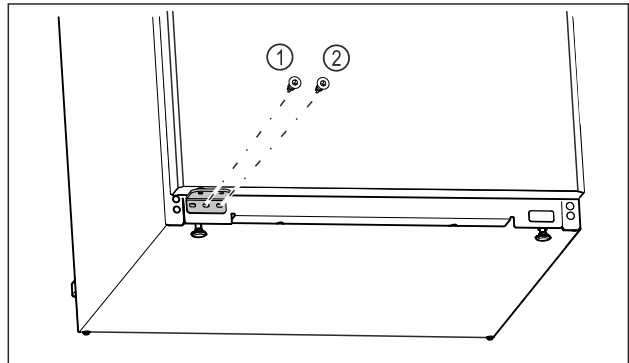

Fig. 23
- Draai de middelste schroef van de lagersteun *Fig. 23 (1)* vast met een Torx 20-schroevendraaier.
- Draai de binnenste schroef van de lagersteun *Fig. 23 (2)* vast met een Torx 20-schroevendraaier.